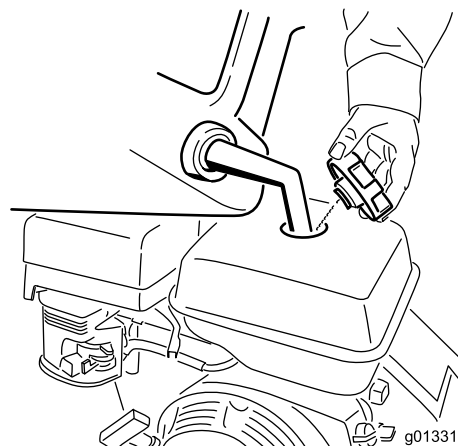

Figura 11
3. Limpie alrededor del tapón de combustible y retírelo (Figura 11).